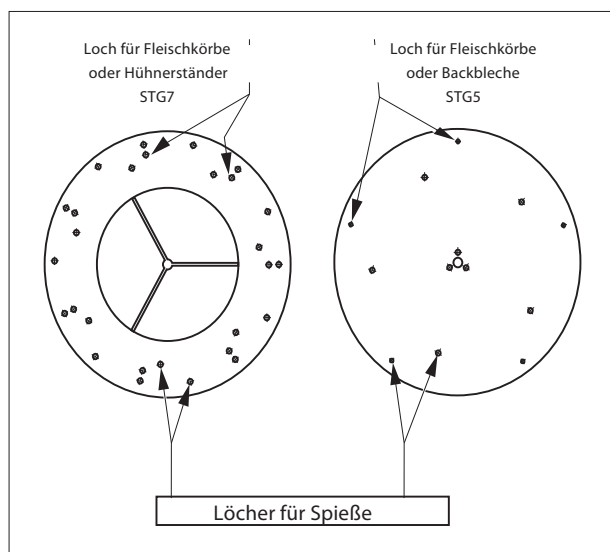

Abbildung 3.2
- ☒ Stecken Sie die Spitzen des Spießes in die entsprechenden Löcher der Rotorscheibe (siehe Abbildung 3.2). Das andere Ende stecken Sie in die entsprechenden Löcher der gegenüberliegenden Scheibe.
- ☒ Stecken Sie die Enden der Backbleche in die entsprechenden Löcher der Rotorscheiben (siehe Abbildung 3.2).
- ☒ Stecken Sie die Enden der Fleischkörbe/ Hähnchenständer in die entsprechenden Löcher der Rotorscheiben (siehe Abbildung 3.2).